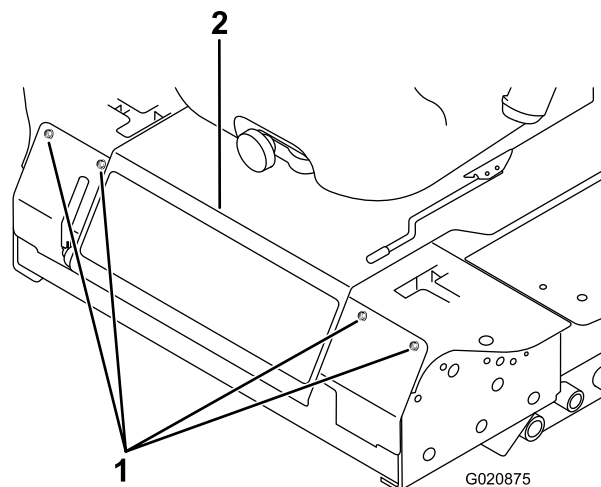

Figura 49
3. Retire os parafusos que fixam o painel dianteiro e retire o painel (Figura 49).